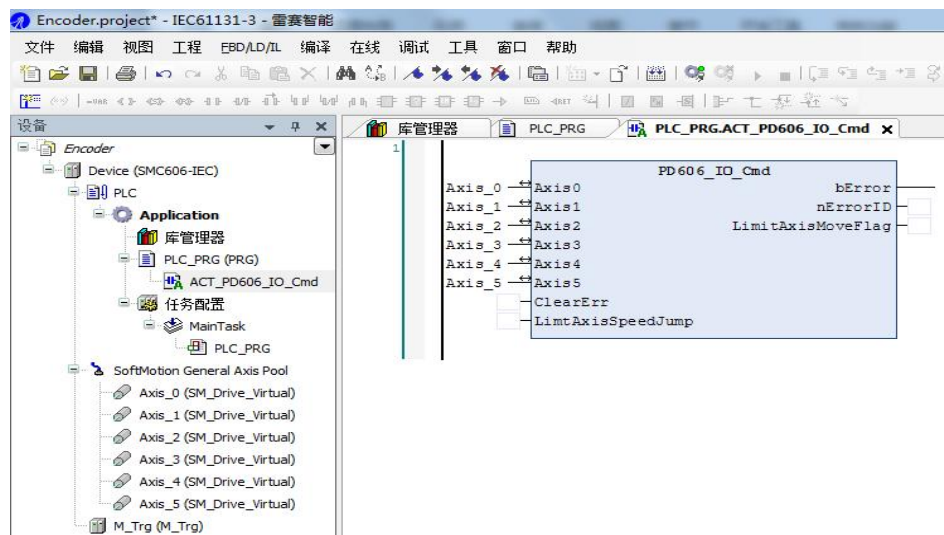

图 9.1 初始化模块
- 2) 添加脉冲方向和硬件 IO 处理模块：右击 PLC_PRG，选择“添加对象”-“动作”，命名 ACT_PD606_IO_Cmd，编程语言为梯形图 LD，双击进入程序编辑区，添加 PD606_IO_Cmd 模块并在指令中填上对应的轴号。如图 9.1 所示。